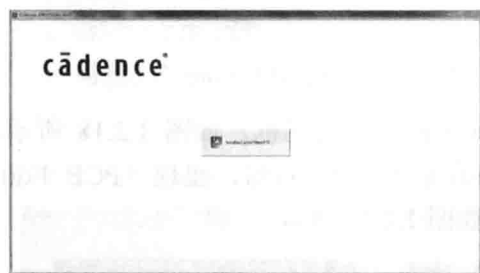
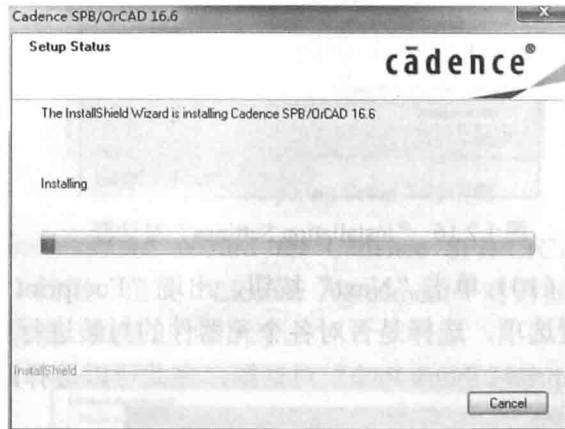

图 1.2.22 提示窗口
图 1.2.23 “Setup Status”对话框
(12) 单击“Install”按钮, 出现提示窗口, 提示正在安装程序, 如图 1.2.22 所示。当出现软件帮助功能索引项的安装提示信息后, 需要在安装过程中等待一段时间, 出现“Setup Status”对话框, 如图 1.2.23 所示。